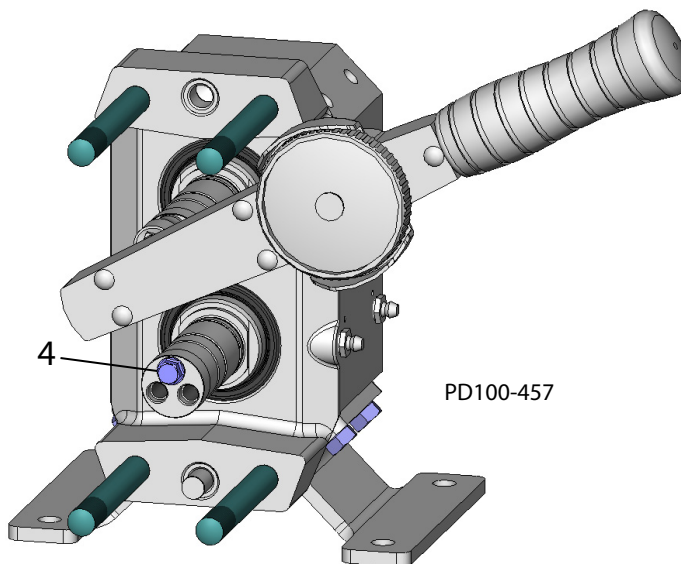

Figura 50 - Verificar o Torque de Rolagem
3. Instale um parafuso sem cabeça (Figura 50, item 4) em um dos orifícios roscados em cada um dos eixos e verifique o torque de rolagem de cada conjunto de eixo com um torquímetro.